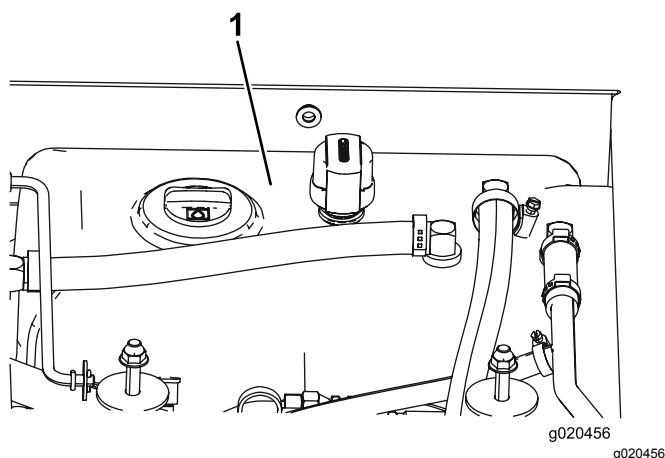

Figura 117
4. Encha o reservatório (Figura 117) com fluido hidráulico; consulte Manutenção do sistema hidráulico (página 79).